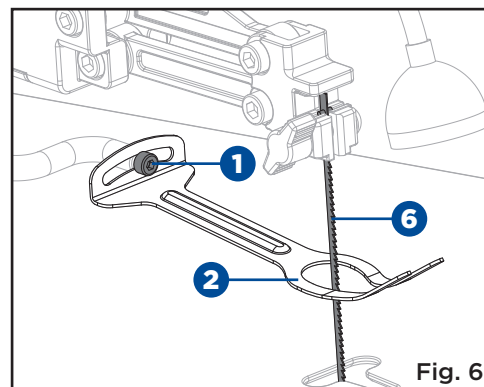

Fig. 6
REMARQUE : Lors de la coupe à des angles, le pied réglable en hauteur doit être incliné de sorte qu'il soit parallèle à la table de scie et repose à plat contre la pièce. Pour incliner le pied réglable en hauteur, desserrez la vis (1) avec une clé hexagonale de 3 mm, inclinez le pied réglable en hauteur à l'angle approprié, puis resserrez la vis (1). (Fig. 6)
- Desserrez la vis (7) tout en tenant l'indicateur d'échelle (8). Déplacez l'indicateur vers la marque de 0° et serrez solidement la vis. N'oubliez pas que l'échelle de biseau (9) est un guide pratique, mais il ne faut pas se fier sur cette pièce pour la précision. Faites des coupes de pratique sur le matériel de rebut pour déterminer si vos réglages d'angle sont corrects.
- Remplacez le pied réglable en hauteur et serrez la vis (1).